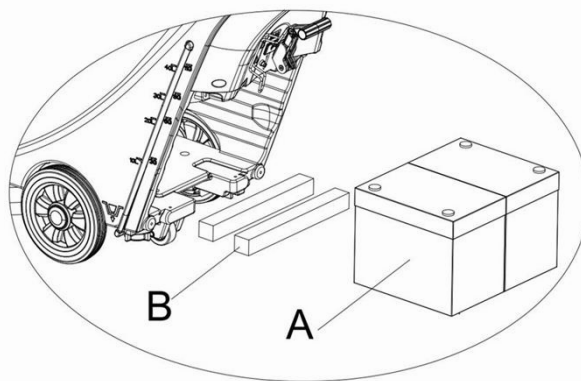

Abbildung 6
- 1) Für Batterien mit einer Länge unter 270 mm verwenden Sie 2 Teile der Fixierungsplatte (B, Abb. 6) und platzieren Sie sie nebeneinander im Inneren der Wassertank-Batterie;
- 2) Für Batterien mit einer Länge zwischen 310 mm und 270 mm verwenden Sie 1 Teil der Fixierungsplatte (B, Abb. 6) und platzieren Sie sie in der Wassertank-Batterie;